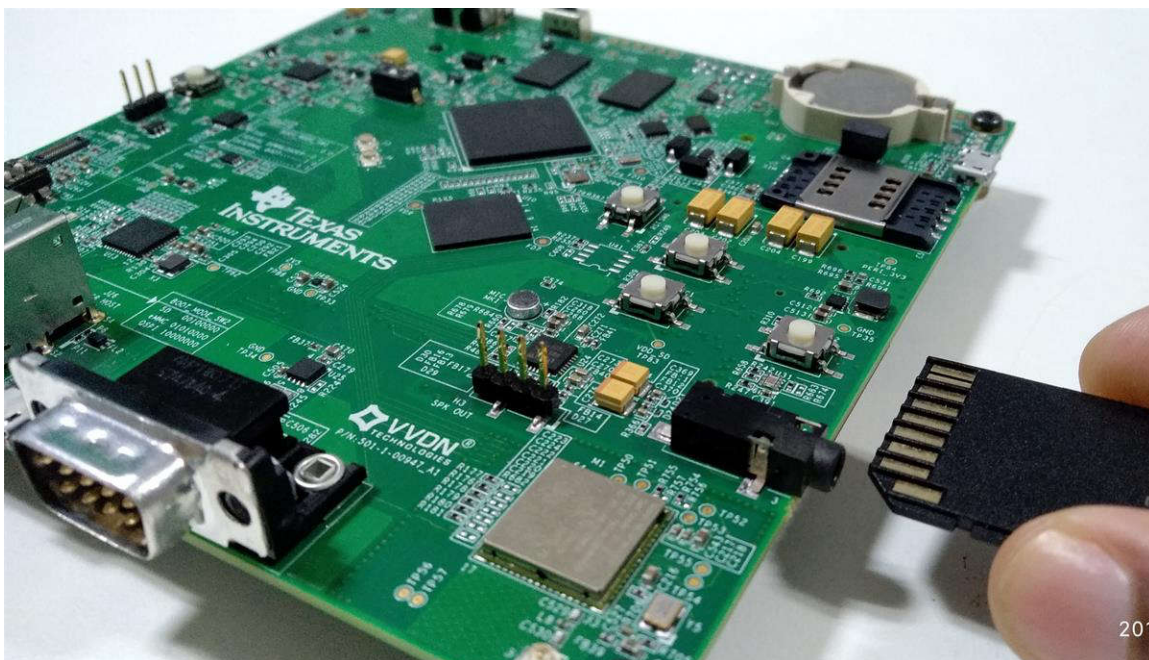

図 3-5. SD カードを J28 に挿入
4. SD カードを BOOT に使用する場合は、J28 コネクタに SD カードを挿入します (図 3-5)。